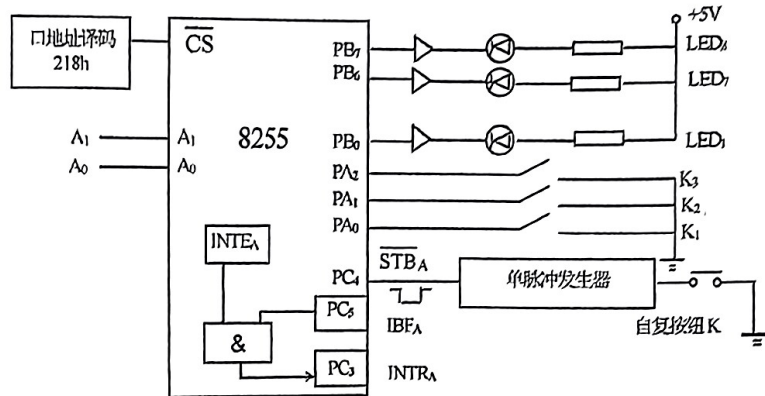

图 7.27 8255 实验电路
7.35 设系统机外扩一片 8255 以及相应的实验电路，如图 7.27 所示。要求：先预置开关 $K_3 \sim K_1$ 为一组状态，然后按下自复按钮 K 产生一个负脉冲信号，输入到 PC_4 。用发光二极管 LED_i 亮，显示 $K_3 \sim K_1$ 的状态。重复以上操作，直到主机键盘有任意键按下时结束演示。